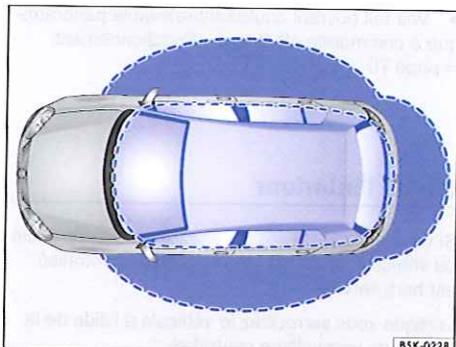

Fig. 29 Système sans clé de fermeture et de démarrage Keyless Access : zones de proximité.
Le système Keyless Access est un système sans clé de fermeture et de démarrage qui permet de verrouiller et de déverrouiller le véhicule sans utilisation active de la clé du véhicule. Pour cela, il suffit qu'une clé de véhicule valable se trouve à proximité \Rightarrow fig. 29 du véhicule et que vous touchez l'une des surfaces de détection intégrées aux poignées de porte avant \Rightarrow fig. 30 ou que vous actionnez la touche intégrée au hayon \Rightarrow page 64 \Rightarrow ①.
Lorsqu'une clé de véhicule valable se trouve à proximité du véhicule \Rightarrow fig. 29, le système sans clé de fermeture et de démarrage Keyless Access autorise l'accès dès que la surface de détection correspondante sur la poignée de porte du conducteur ou du passager avant ou la touche intégrée au hayon est actionnée. Vous pouvez ensuite exécuter les fonctions suivantes sans utilisation active de la clé du véhicule :
Si, le véhicule étant verrouillé, une clé de véhicule valable se trouve dans la zone de proximité → fig. 29 du hayon, le hayon se déverrouille automatiquement lors de son ouverture.